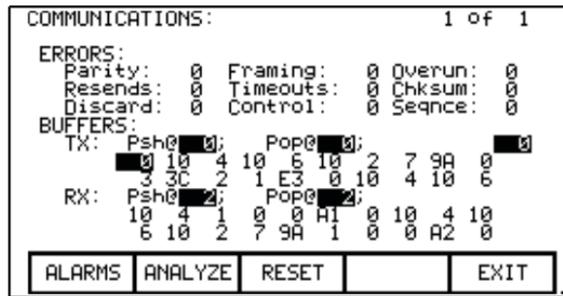

Figura 241 – Estadísticas de comunicaciones y almacenamiento en búfer
La Figura 241 muestra estadísticas para comunicaciones en serie entre la interface de operador y el variador, y el contenido de los búferes de transmisión (TX) y de recepción (RX). Active la función de información estadística desde cualquier pantalla (excepto PRINTER) presionando [F10] + ▼ simultáneamente.